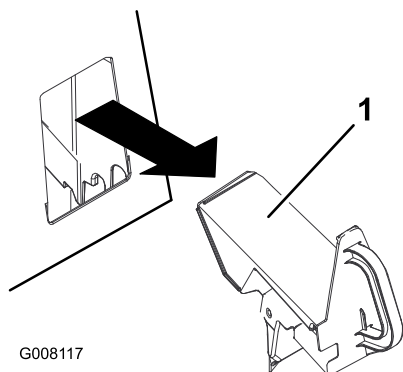

Bild 19
3. Entfernen Sie den Recycler-Verschluss (Bild 19).